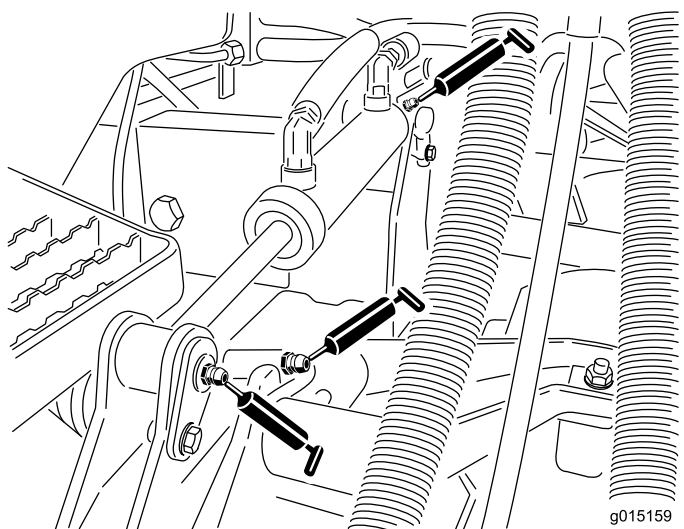

**Рисунок 84**
- Втулки подъемных рычагов (по 1 шт. на режущий блок) (Рисунок 84)
- Втулки подъемных цилиндров (по 2 шт. на режущий блок) (Рисунок 84)